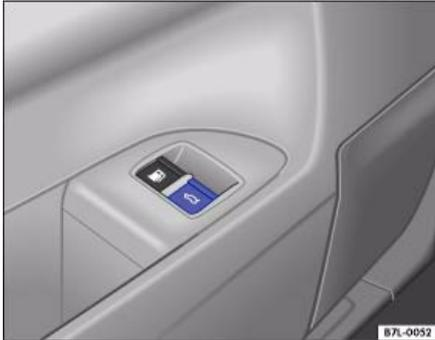

Abb. 35 Ausschnitt aus Fahrertür: Öffnungstaste Heckklappe
- Drücken Sie die Taste  im Funkschlüssel oder ziehen Sie die Taste ⇒ Abb. 35  in der Fahrertürverkleidung. Die Heckklappe und Heckscheibe werden entriegelt.